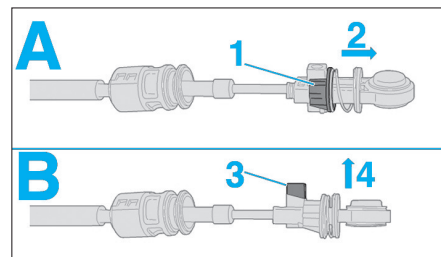

Fig. 12
- déplacer le cylindre (1) suivant la flèche (2) (Fig.12),
- tirer le verrouillage (3) suivant la flèche (4).